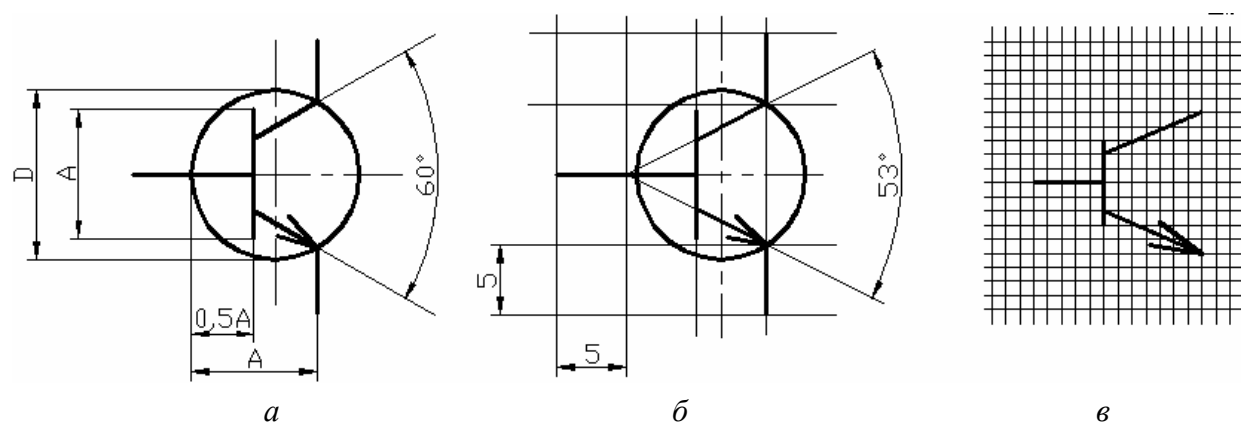

Рис. 3.2
Рассмотрим особенности формирования схемного символа на примере биполярного транзистора. В соответствии с ГОСТ 2.730-73 УГО биполярного транзистора формируется геометрическим построением. В окружности диаметром 12 или 14 мм под углом 60° друг к другу и симметрично относительно диаметра строятся два луча. Размер “А” между исходной точкой лучей и точкой их пересечения с окружностью составляет 9 или 11 мм и определяет все остальные размеры УГО. Линия базы транзистора строится на расстоянии $0,5 A$ от исходной точки лучей и имеет длину, также равную A (рис. 3.2, а).
Изменением ИУС № 6 1989 г. к ГОСТ 2.730-73 установлен способ черчения и определения размеров УГО полупроводниковых приборов в модульной сетке (рис. 3.2, в). Это также малополезно при нашем подходе (единая сетка для всех компонентов проекта). Хотя в упоминаемом “Изменении” не указано значение модульного шага, при строгом следовании приведенному в нем рисунку (см. рис. 3.2, в) затруднительно построить УГО так, чтобы оно соответствовало сформулированному требованию единой сетки для цифровых и аналоговых компонентов.
Представляется рациональным решение, изображенное на рис. 3.2, б. Линии УГО проводятся через узлы 5-миллиметровой сетки, штрихи электрических контактов также имеют длину 5 или 10 мм, а окружность, изображающая корпус транзистора (ее изображение, по ГОСТ 2.730-73, с изменением ИУС № 6 1989 г., не обязательно), смещена вправо так, что ее контур проходит через точки окончания линий эмиттера и коллектора. Угол раствора коллектора и эмиттера составляет при этом 53° . На глаз различия изображений рис. 3.2, а и б совершенно незаметны.
3. Проложить необходимое число отрезков, образующих элементы УГО (см. рис. 3.2, б), фиксируя начало и конец каждого щелчком левой клавиши. Черчение очередного отрезка завершается щелчком правой клавиши мыши или клавишей Esc. Перед вычерчиванием линии эмиттера клавишей Tab снова активизировать настройку параметров и указать стрелку на конце отрезка.